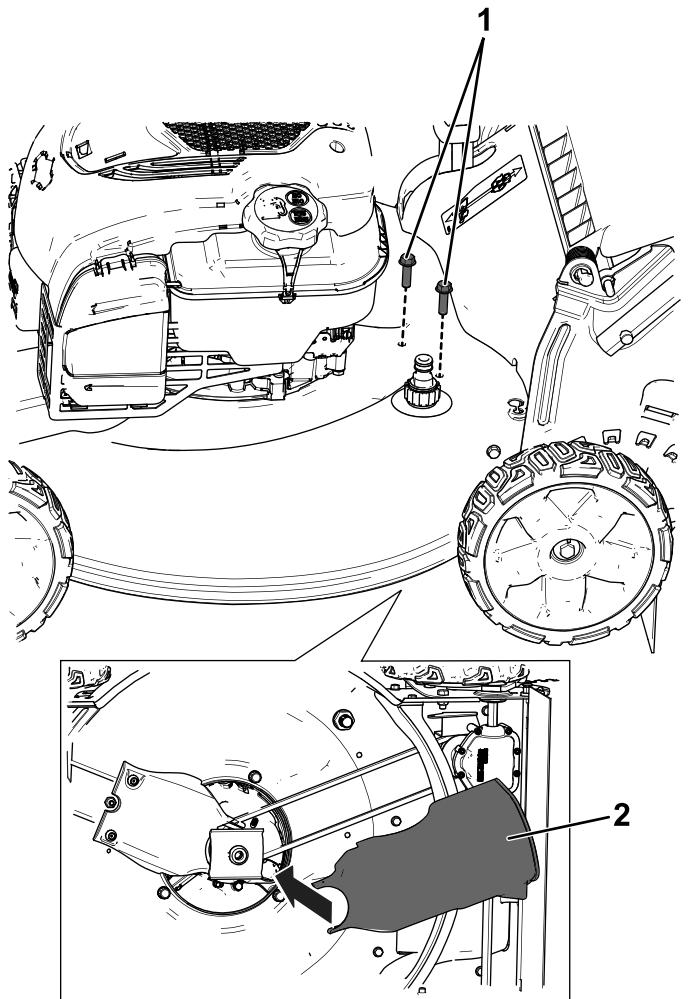

Bild 12
6. Befestigen Sie die untere Riemenabdeckung hinten mit den vorher entfernten entsprechenden Schrauben. Setzen Sie die Rückseite der Abdeckung in den hinteren Auswurfkanal ein und senken Sie dann die Vorderseite ab (Bild 12).